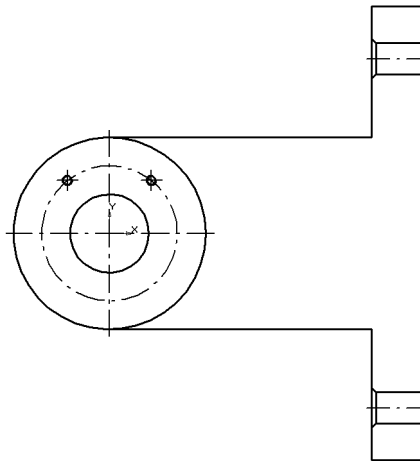

Рис. 51.32. Главный вид детали
2.8. Удалите все вспомогательные прямые (рис. 51.32).